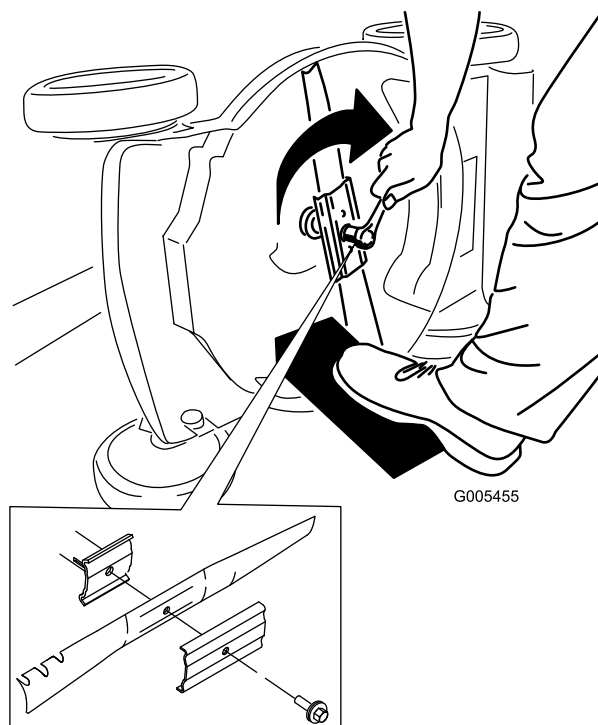

Figura 19
5. Instale la cuchilla nueva y todos los herrajes de montaje (Figura 19).